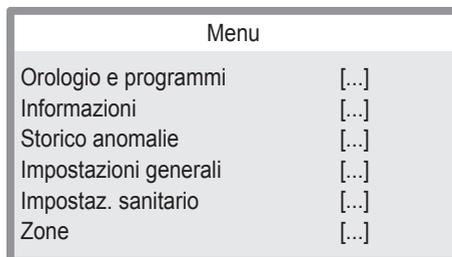

Figura 9.2
- Premere il tasto 15 (Figura 9.1) per portarsi al menu principale (Figura 9.2).